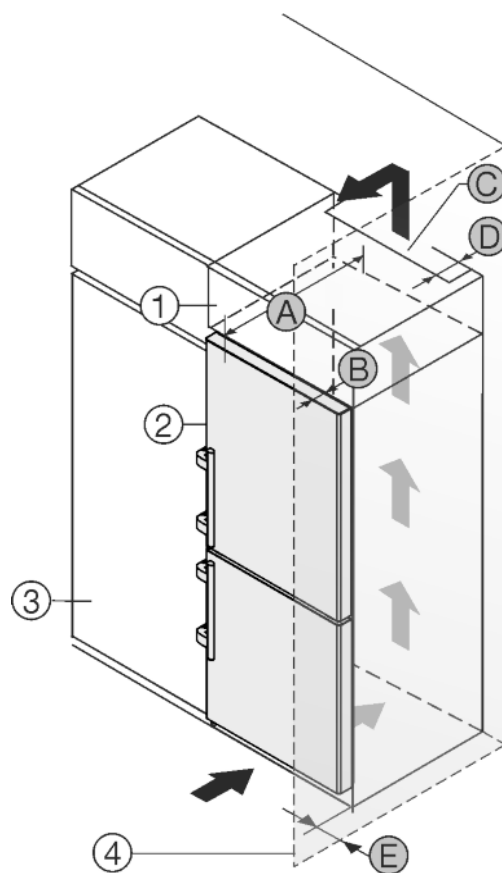

Fig. 42
Устройство может быть окружено кухонными шкафами. Чтобы уравнивать устройство *Fig. 42 (2)* по высоте с кухонной стенкой, можно установить над устройством дополнительный шкафчик *Fig. 42 (1)*.
Установить устройство можно непосредственно рядом с кухонным шкафом *Fig. 42 (3)*. Чтобы можно было полностью открыть двери, устройство должно выступать на глубину *Fig. 42 (B)* относительно передней стенки кухонного шкафа. В зависимости от глубины кухонных шкафов и использования пристенных распорок устройство может выступать и больше.
- На задней стенке дополнительного шкафчика должен быть вентиляционный канал с глубиной *Fig. 42 (D)* по всей ширине этого шкафа.
- Нужно соблюдать вентиляционное отверстие *Fig. 42 (C)* под нижней панелью.
Если устройство установлено на шарнирах у стены *Fig. 42 (4)*, то нужно соблюдать расстояние *Fig. 42 (E)* между устройством и стеной. Настолько выступает ручка при открытой двери.